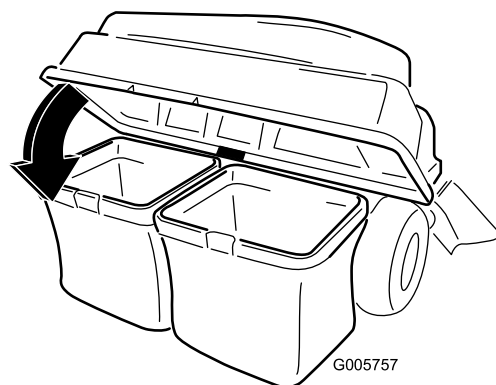

Figura 10
- Abbassate il coperchio sul cesto (Figura 10).